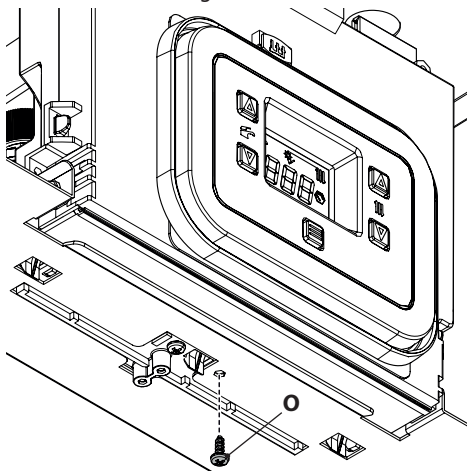

Figura 5.19
- Svitare la vite **O** (Figura 5.19).